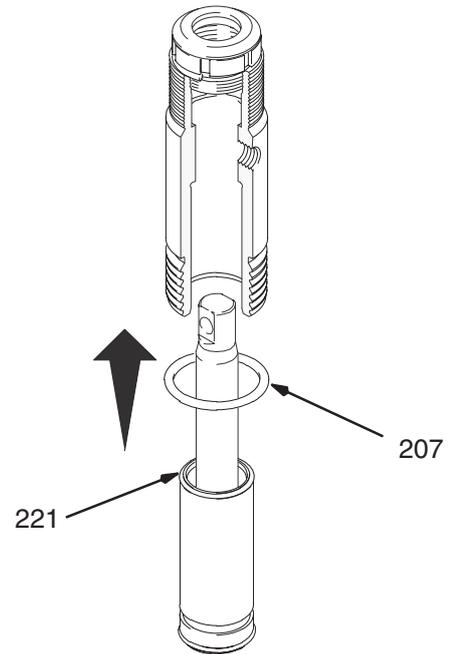

Fig. 17
Fig. 17. Engrase la junta tórica (221) y colóquela en el prolongador. Deslice el conjunto del prolongador/vástago del pistón en la parte inferior del cilindro. Si lo desea, reemplace la junta tórica (207).
**NOTA:** La junta tórica (207) no es esencial para el funcionamiento seguro de la bomba.